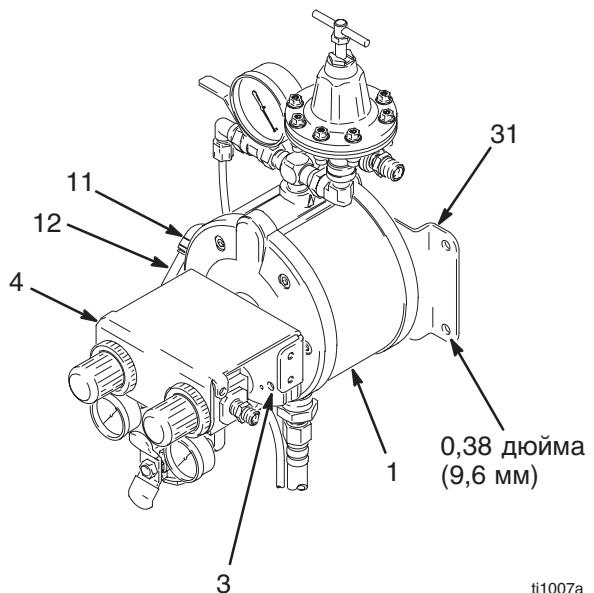

Рис. 3
**ПРИМЕЧАНИЕ:** Обратитесь к Рис. 3 и к шаблону монтажа на стене на стр. 21.